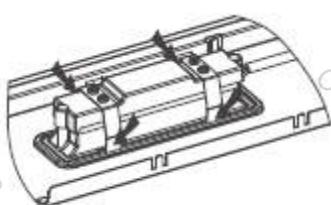
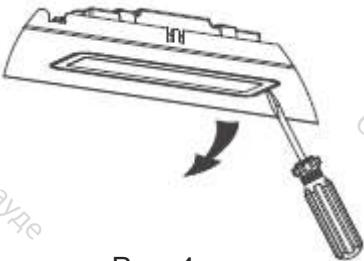

Рис. 3.
Рис. 4.
- Способ 1. Вручную или с помощью инструмента отожмите ушки с обеих сторон блока подсветки, пока блок не отожмется наружу. См. рис. 3. Затем слегка вытащите провод. См. рис. 4.
- Способ 2. Подденьте плоской отверткой блок подсветки, см. рис. 5, затем слегка вытащите провод, см. рис. 4.